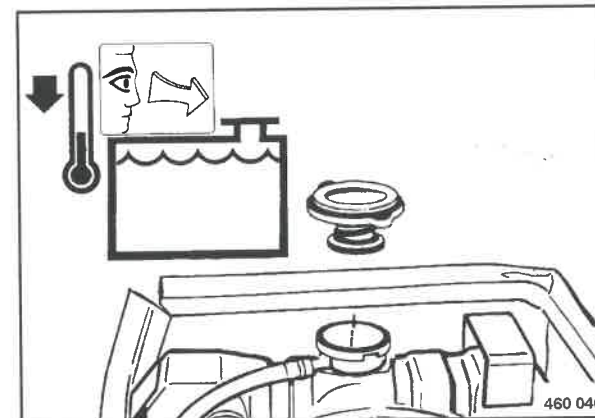

Fig. 138
- Rabboccare liquido refrigerante fino al bordo inferiore del bocchettone di rifornimento (Fig. 138).